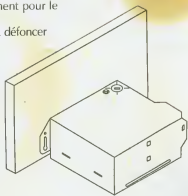

Fig. 2
- Placez le carter à côté de la solive (fig. 2). Fixez le carter directement sur la solive à travers les deux trous et les deux fentes en trou de serrure fournies.